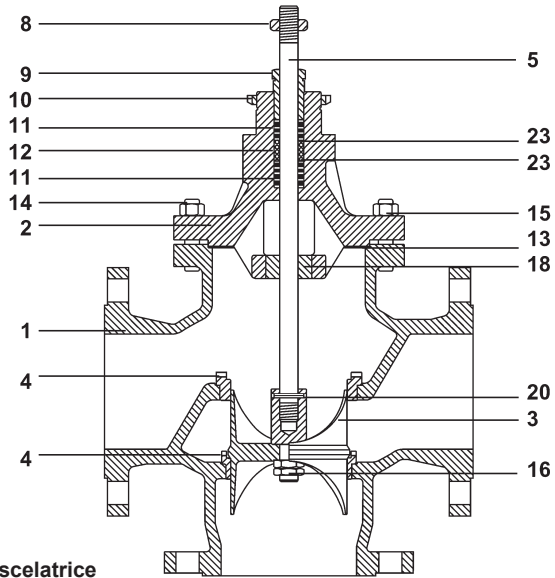
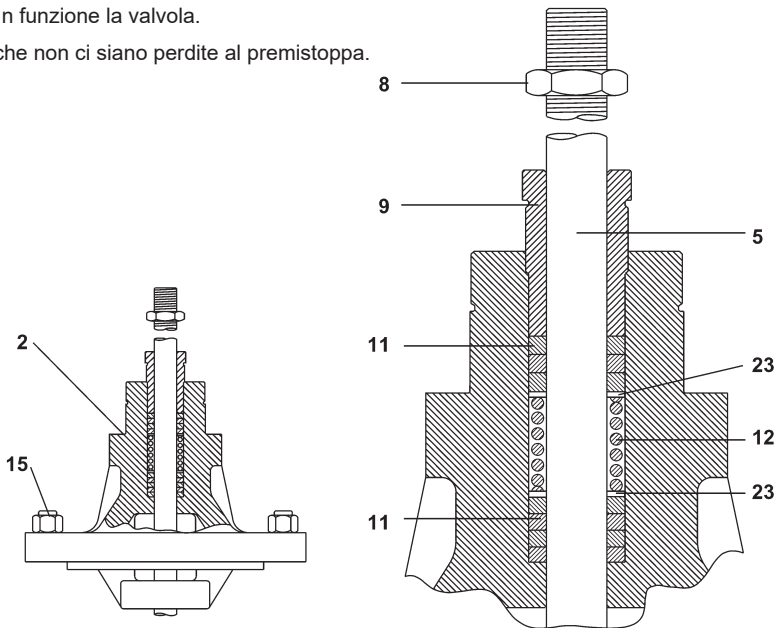

Fig. 1 - Valvola miscelatrice
Fig. 4
4.2.1 Procedura per sostituire il premistoppa in PTFE o in grafite (Fig. 1, 2 e 4)
- c) Togliere il dado (8).
- d) Svitare il dado del premistoppa (9), svitare i dadi del cappello (15) e togliere il cappello (2) avendo cura di non danneggiare la superficie dello stelo.
- e) Utilizzando un utensile uncinato di metallo tenero (tipo ottone), rimuovere la tenuta (11), le rondelle (23) e la molla (12) dal cappello (2).
- f) Esaminare le parti per rilevare eventuali segni di danneggiamenti o deterioramento. Tracce di scorie o depositi sullo stelo della valvola (5) porterebbero presto a danneggiare la tenuta, pertanto se ne consiglia la sostituzione. Pulire le parti evitando di raschiare lo stelo o la camera del premistoppa.
- g) Usando una nuova tenuta (13), riposizionare il cappello. Rimettere i dadi del cappello (15) e serrarli a mano. Spingendo lo stelo in modo da tenere in sede l'otturatore, serrarli alla coppia raccomandata come specificato nella Tabella 1, pagina 15.
- h) Inserire la rondella, la molla e la nuova tenuta (in PTFE o in grafite) nel suo alloggiamento, seguendo la procedura illustrata nella Fig. 4, prestando attenzione a non danneggiare i bordi della guarnizione.
- i) Rimontare il dado del premistoppa (9) e serrarlo fino a sentire resistenza, poi svitarlo per due giri.
- l) Assicurarsi che lo stelo (5) si muova liberamente.
- m) Rimontare il dado di bloccaggio (8).
4.2.2 Procedura per la sostituzione dello stelo (Fig. 4, 5 e 6)
4.2.3 Procedura per sostituire lo stelo, l'otturatore e le sedi delle valvole miscelatrici (Fig. 4 e 7)
4.2.4 Procedura per sostituire lo stelo, l'otturatore e le sedi delle valvole deviatrici (Fig. 4 e 8)